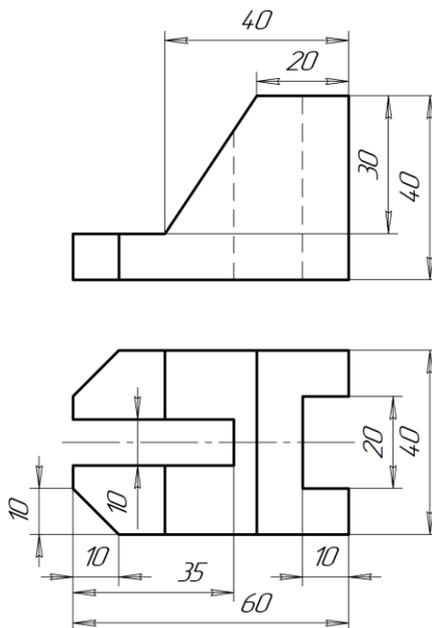

Рисунок 31
- Перечертить имеющиеся проекции и начертить недостающую проекцию (рисунок 31).